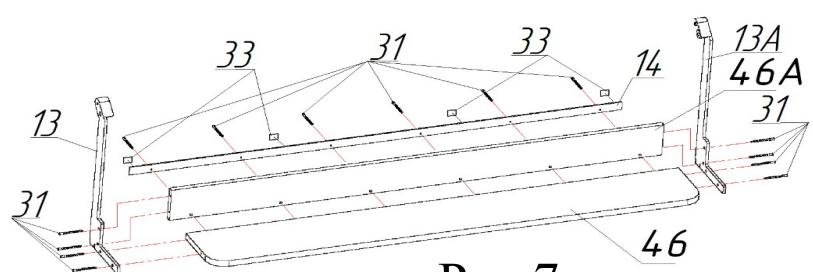

Рис.7
14) Присоединить к полке поз.46 усиитель полки поз.14, царгу полки поз.46А и опоры поз.13 и 13А, используя винты-конфирматы поз.31 (см.рис.7). Усилиатель полки расположить таким образом, чтобы головки винтов-конфирматов попали в конусные отверстия, а большее расстояние от отверстий на усиливаемом элементе до кромки усиливаемого элемента оказалось сверху. Разрезать пополам накладки войлочные поз.33 и приклеить к усиливаемому полки в соответствии с рисунком 7.